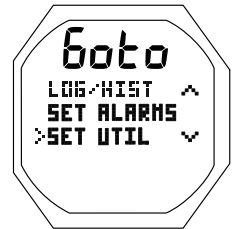

Fig. 140 - MENÚ PRINCIPAL
- Pulse el botón S (< 2 seg) para acceder al Menú mientras el icono del puntero (>) está junto a SET UTILITIES en el Menú Principal (Fig. 140).